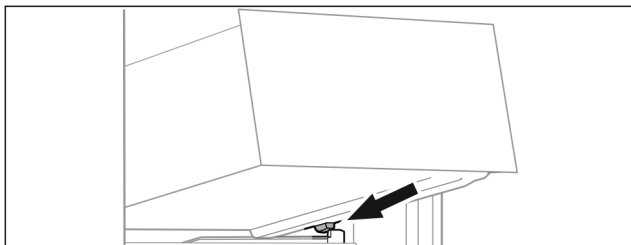

Fig. 68
- ▶ Schubfach schräg hinter den Stopperr auf Behälterrippe aufsetzen. (siehe Fig. 68)